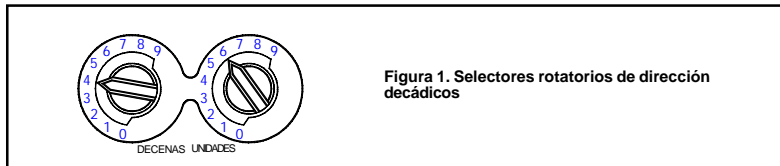

Figura 1. Selectores rotatorios de dirección decádicos
1. Fije la dirección del sensor (véase la figura 1) con un destornillador plano para girar los selectores rotatorios de dirección y seleccione el número deseado entre el 01 y el 99. Anote la dirección en la etiqueta situada en la base.